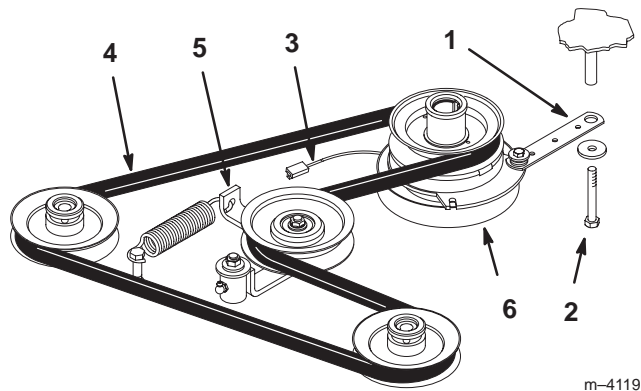

Figure 57
2. Retirez le boulon de la barrette de l'embrayage et débranchez le fil de l'embrayage électrique (Fig. 57).
3. Écartez la poulie rappelée par ressort. Déposez la courroie de transmission des poulies du moteur et de la pompe hydraulique (Fig. 57).
4. Installez la courroie neuve sur les poulies du moteur et de la pompe hydraulique (Fig. 57).
5. Écartez la poulie rappelée par ressort, alignez la courroie, puis relâchez-la (Fig. 57).